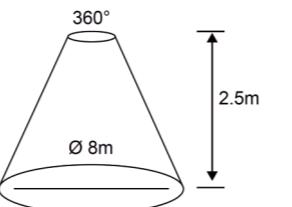

Figure 1
- 3.1.1 Le détecteur peut être monté à une hauteur de 2,5 m. La détection atteint jusqu'à 8m et couvre 360°. (Voir figure 1).